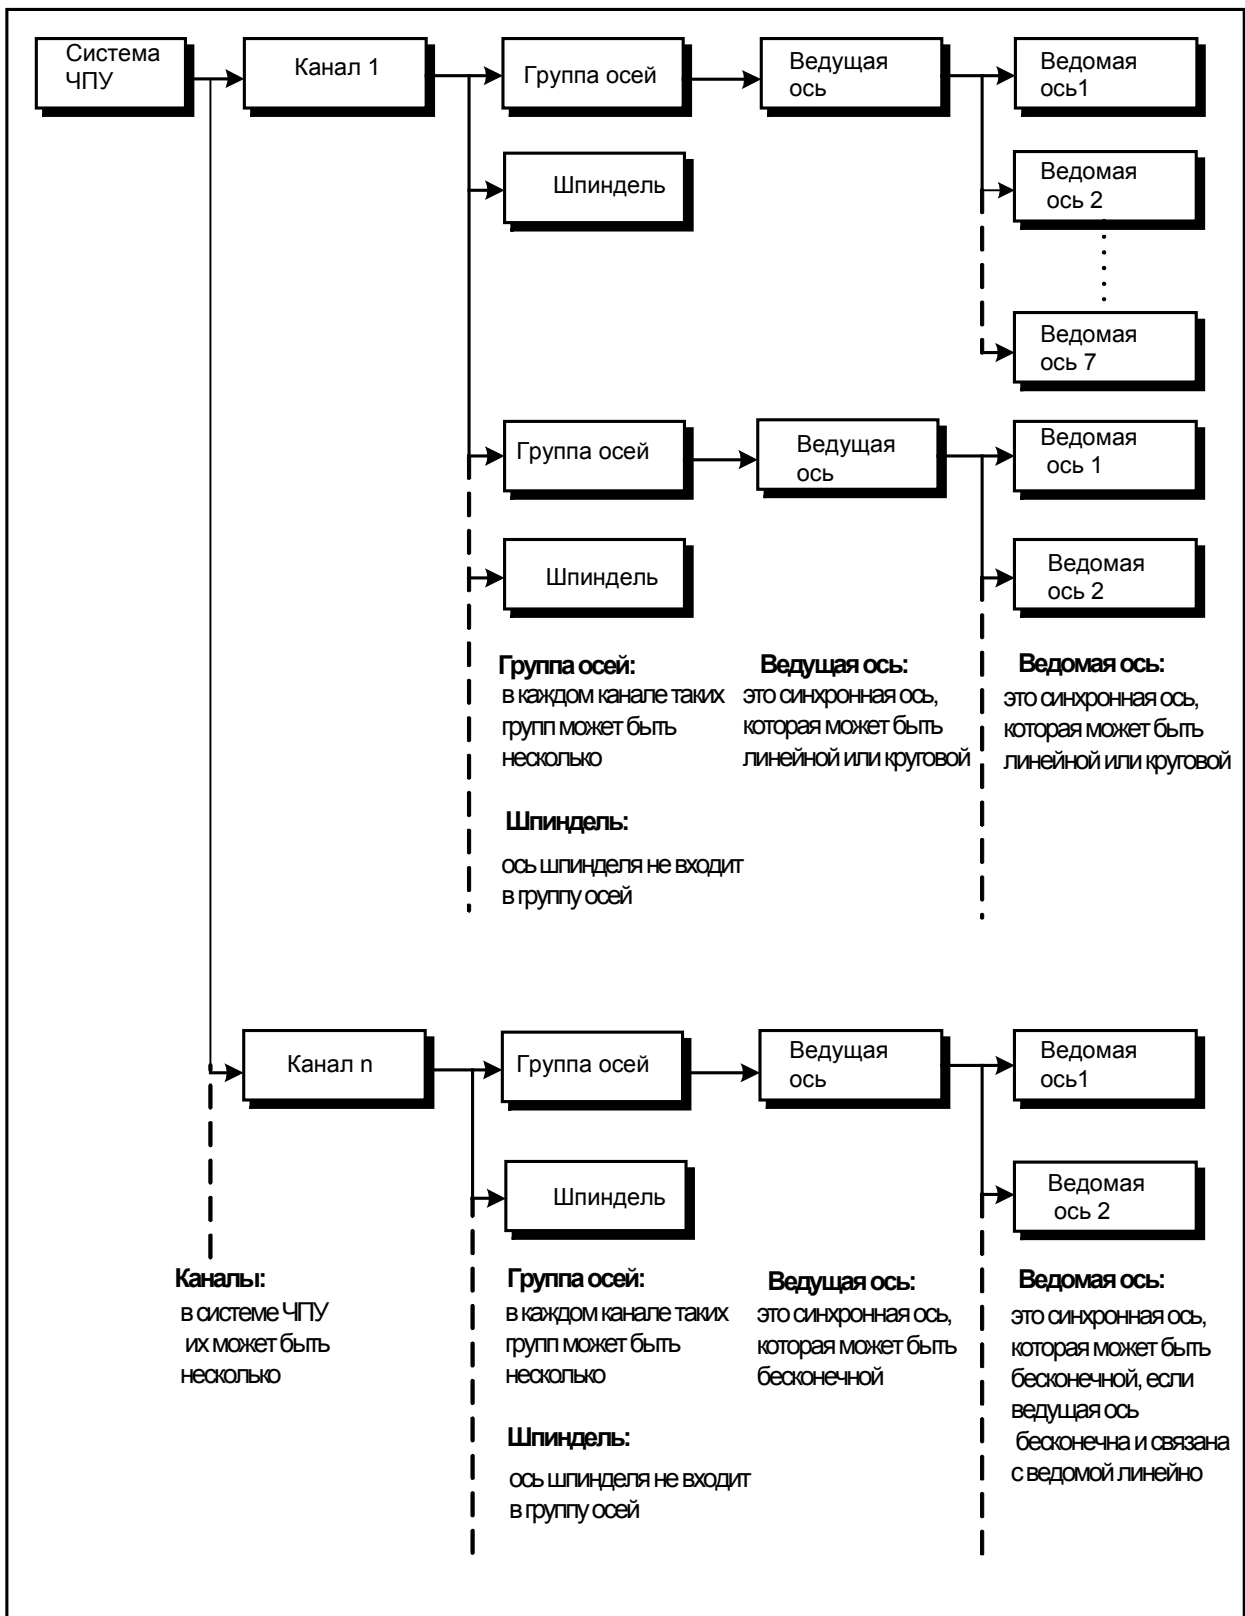

Рис.74.
62. Группирование координатных осей, - G581, G580. Группирование осей приводит к жесткому позиционному соотношению между ведущей осью и ведомыми осями. Каждая группа состоит из одной ведущей оси и до семи ведомых. Группа осей работает в одном и том же канале системы ЧПУ. За каждым каналом (в многоканальных системах ЧПУ) может быть закреплено несколько групп, см. рис.74. Инструкция G581 служит для создания групп, а инструкция G580 предназначена для их расформирования.